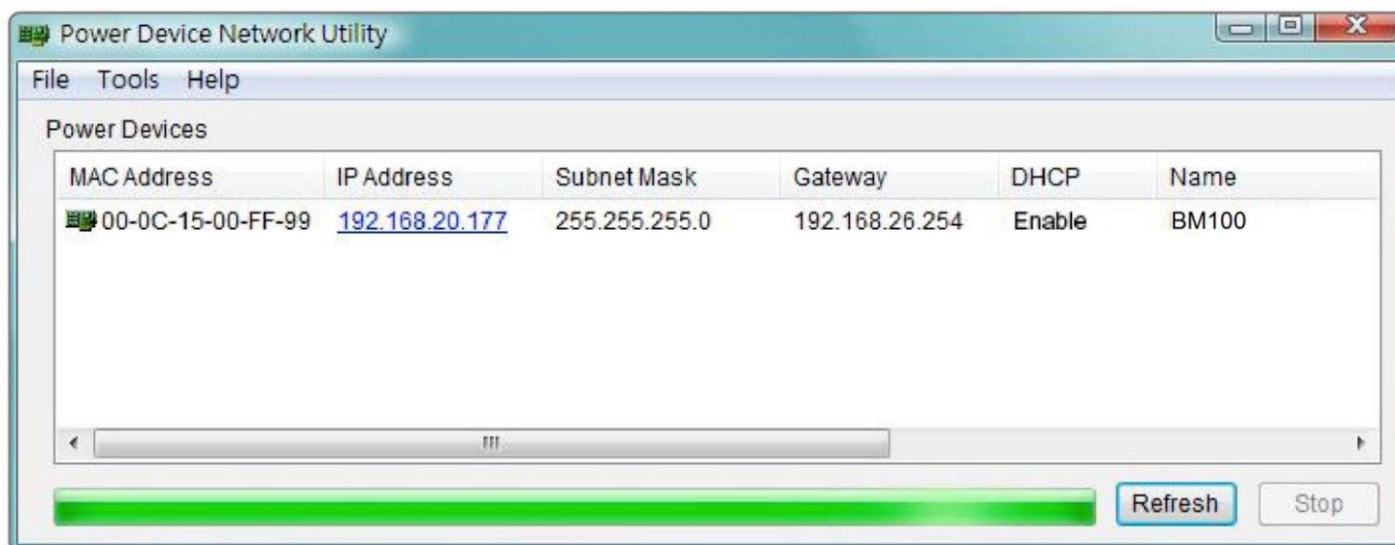

Рис. 1. Главное окно утилиты Power Device Network Utility
3. Главное окно утилиты Power Device Network Utility приведено на рис. 1. Инструмент конфигурирования отобразит все устройства дистанционного управления CyberPower, присутствующие в локальной подсети. Кнопка обновления Refresh используется для запуска нового поиска по локальной подсети.